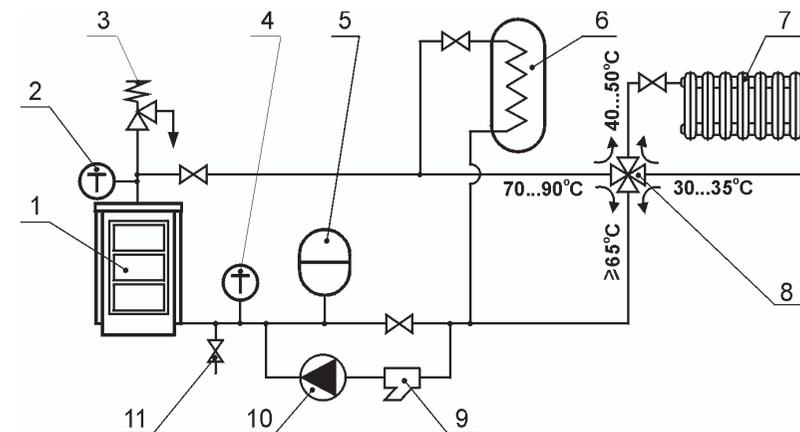

Рис. 3
**Внимание!** В котле не предусмотрено место для установки термоманометра. Во время монтажа необходимо на трубе исходящей воды, на видном месте, установить термоманометр (см. рис. 3). Установленный прибор не должен мешать открытию крышки (4) варочного настила.
#### 4.3. Требования по подключению к отопительной системе (рис.3)